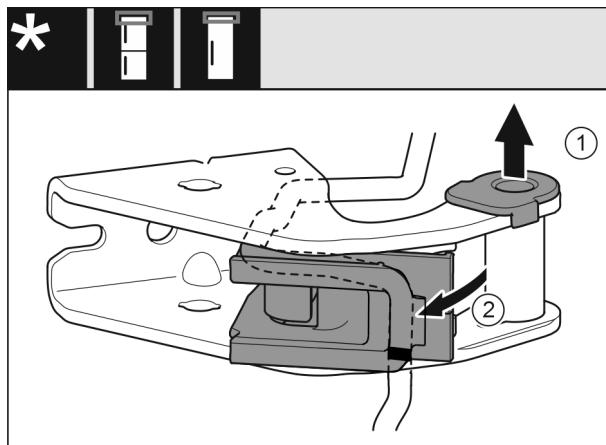

Fig. 14
- Витягніть із напрямної опорну втулку. Fig. 14 (1)
- Поверніть вбік тримач кабелю. Fig. 14 (2)